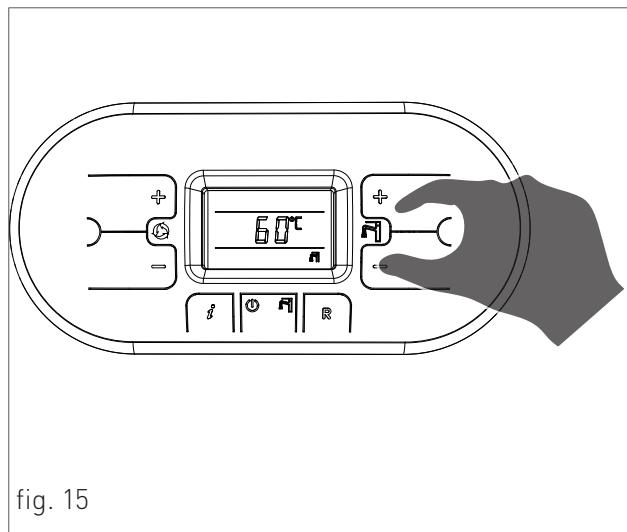

fig. 15
- › Réglez la température de consigne du réservoir en appuyant sur ' +' et ' - ' du sanitaire (fig. 15).